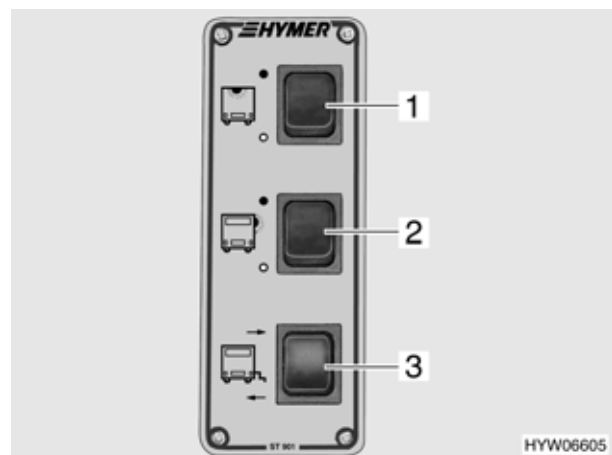

Fig. 68 Pannello per illuminazione/scalino di ingresso
- Premere l'interruttore a bilico (Fig. 68,1) in alto : la lampada a soffitto è accesa.
- Premere l'interruttore a bilico (Fig. 68,1) in basso : la lampada a soffitto è spenta.
- Premere l'interruttore a bilico (Fig. 68,2) in alto : la luce tenda veranda è accesa.
- Premere l'interruttore a bilico (Fig. 68,2) in basso : la luce tenda veranda è spenta.
- Premere l'interruttore a bilico (Fig. 68,3) in alto : lo scalino di ingresso è estratto.
- Premere l'interruttore a bilico (Fig. 68,3) in basso : lo scalino di ingresso è rientrato.